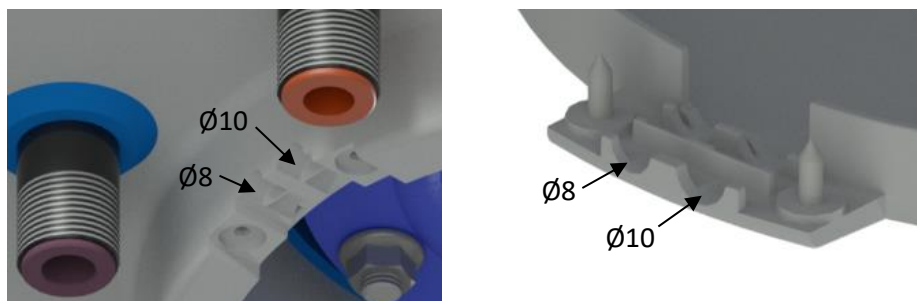
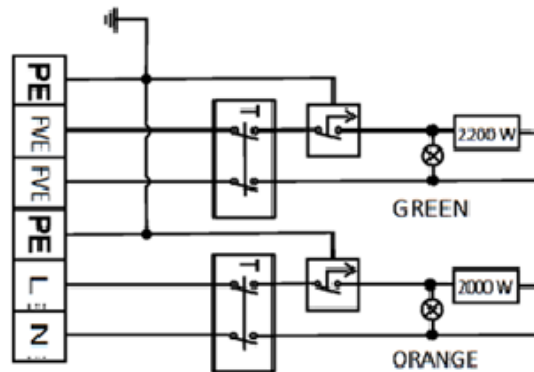
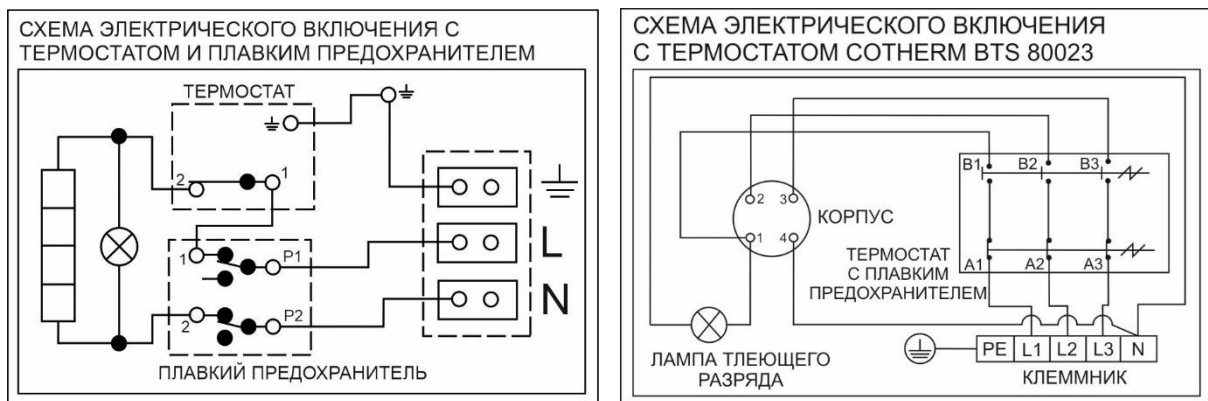

Рисунок 7
Рисунок 8
Рисунок 9
Подключение выполните согласно схеме. Подключение, выполненное на заводе, запрещено менять! (Рисунок 8, Рисунок 9). В крышке электропроводки снимите перегородку, соответствующую диаметру подводящего провода $\phi 8$ или $\phi 10$ (Рисунок 7). Степень защиты электрических компонентов водонагревателя - IP 44. Потребляемая мощность электрических нагревательных элементов составляет 2000 Вт и 2200 Вт - относится к варианту ОКСЕ 2/2 кВт. Потребляемая мощность электрических нагревательных элементов составляет 2000 Вт и 4000 Вт - относится к варианту ОКСЕ 2/4 кВт.
- Схема эл. подключения прилагается к водонагревателю на крышке электропроводки (Рисунок 8, Рисунок 9).